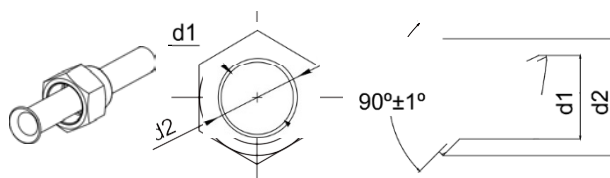

Fig.9
- (1). Tăiați conducta de conectare cu tăietorul de țevă și îndepărtați bavurile.
- (2). Țineți țeava în jos pentru a preveni pătrunderea butașilor în țevă.
- (3). Scoateți piulițele de flare de la supapa de oprire a unității exterioare și în interiorul pungii Accesorii a unității interioare, apoi introduceți-le în conducta de conectare, după aceea, aprindeți conducta de conectare cu un instrument de evazare.
- (4). Verificați dacă partea flare este răspândită uniform și nu există fisuri (vezi Fig.9).